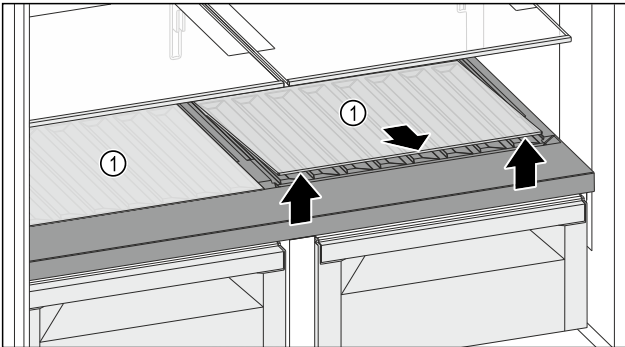

Fig. 130
- Bir cam rafı veya her iki cam rafı Fig. 130 (1) da öndeki çıkıntıdan kaldırın ve çıkartın.
► Cam raf(lar)ı Fig. 130 (1) cihazın dışında güvenli bir şekilde saklayın.